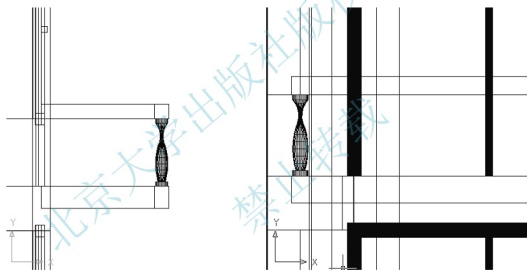

图 6.52 将“花瓶”放到合适的位置
(4) 左视图内显示“花瓶”的前后和上下位置关系，主视图内显示“花瓶”的左右和上下位置关系。用【移动】命令并结合两个视口的位置关系，将“花瓶”的位置调整至图6.52所示的状态。